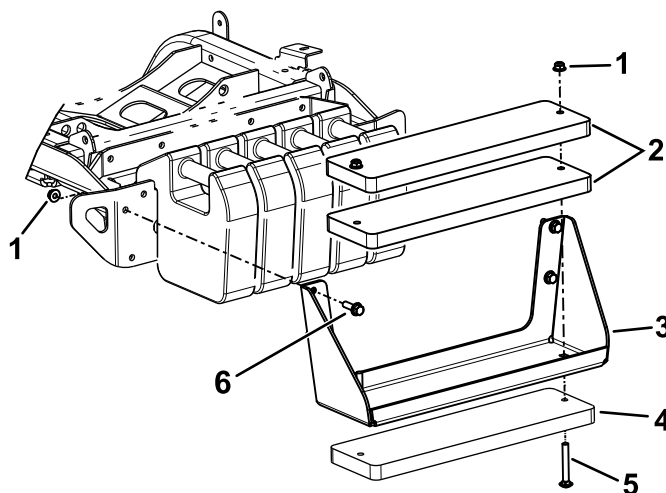

図 22
注 これらの手順については図 22を参照。
- A. ボルト $\frac{3}{8}$ " x 4"とナット $\frac{3}{8}$ "を使用してブラケットにウェイト3個を取り付ける図 22。
- B. 六角ボルトとナットキット付属品を使ってウェイトブラケットをマシンに取り付ける図 22。
- A. マシンからウェイトブラケットを外す図 22。
- C. ボルト $\frac{3}{8}$ " x 4"とナット $\frac{3}{8}$ "を使用してブラケットにウェイト3個を取り付ける図 22。
- D. 先ほど外した金具を使って、ウェイトブラケットをマシンに固定する図 22。